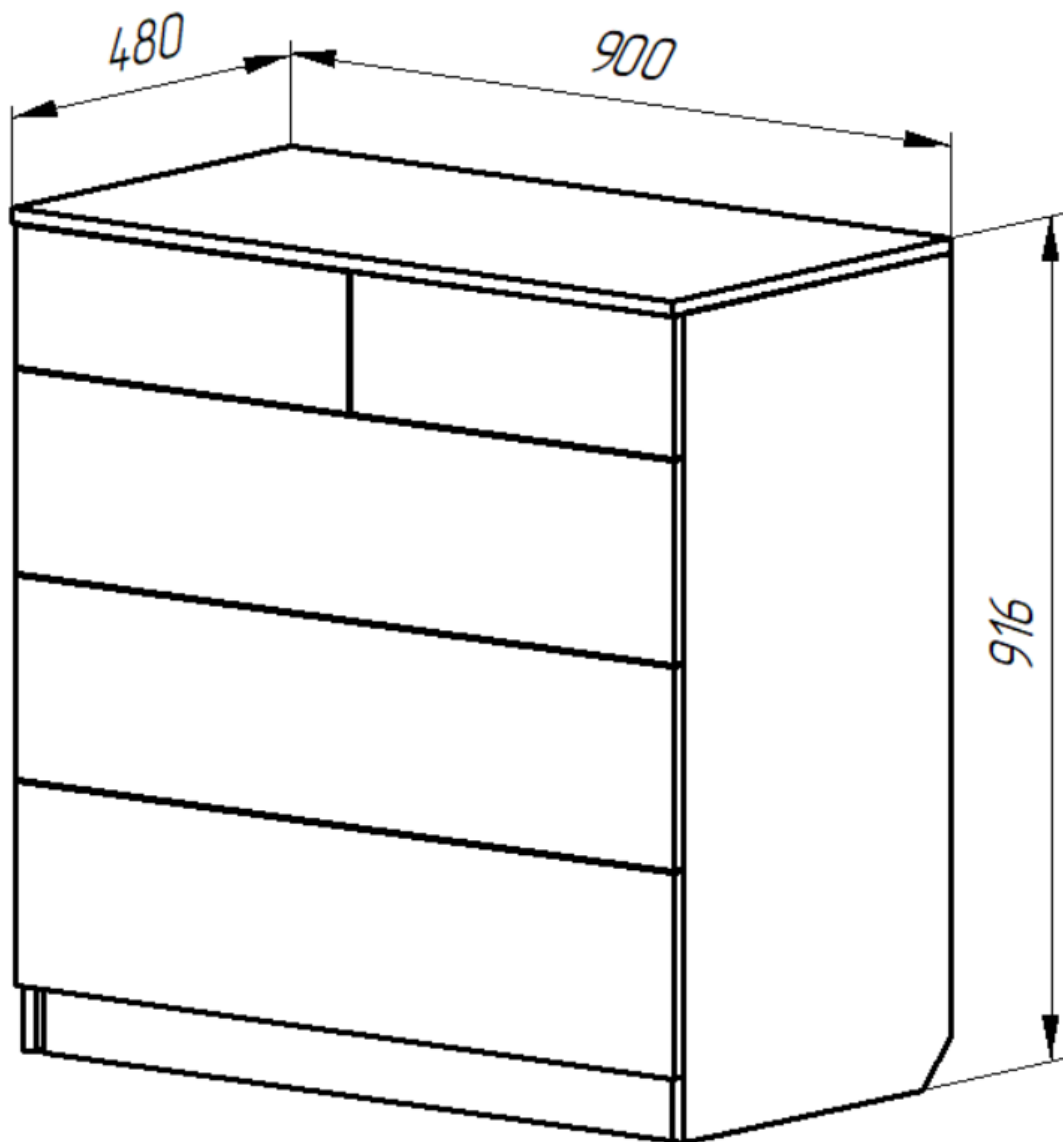

Рис. 3.3. Модель тумби з шухлядами
**Завдання:** в програмі *Астра Конструктор Меблів* створити модель тумби з шухлядами (рис. 3.3).